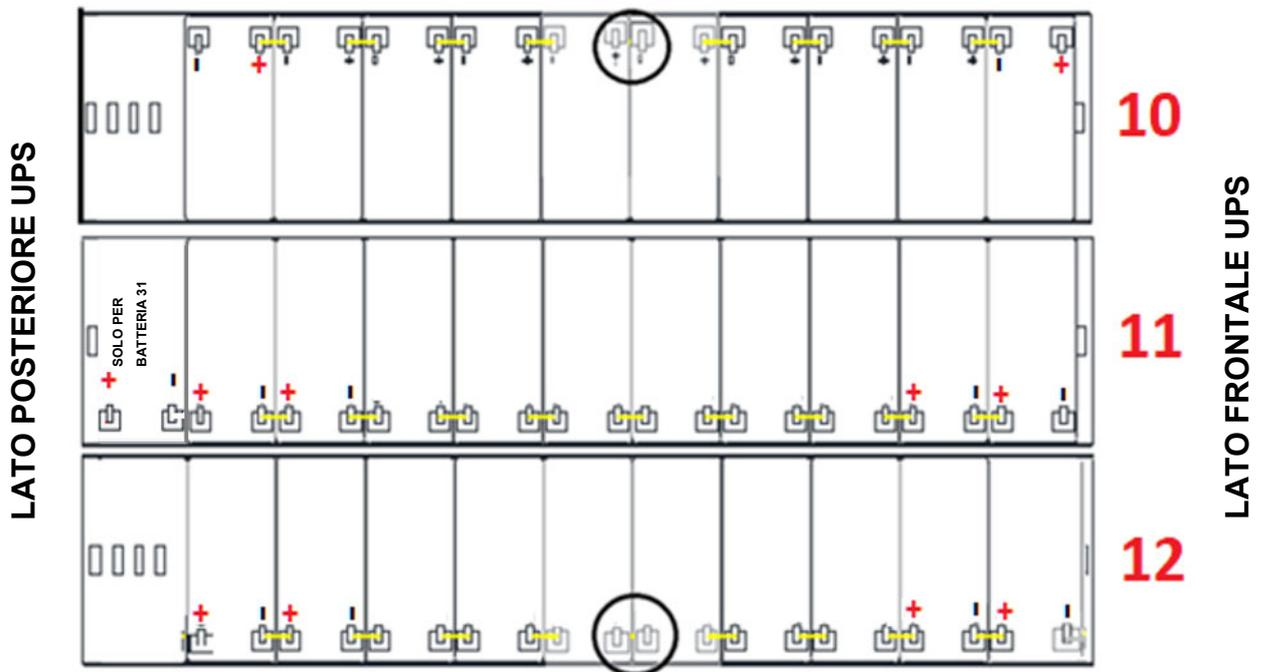

Figura 20 - Vista dall'alto Piano N°4
11) Sul Piano n°4 inserire i cassetti n°10-11-12 rispettando la posizione come dimostrato in figura 20.